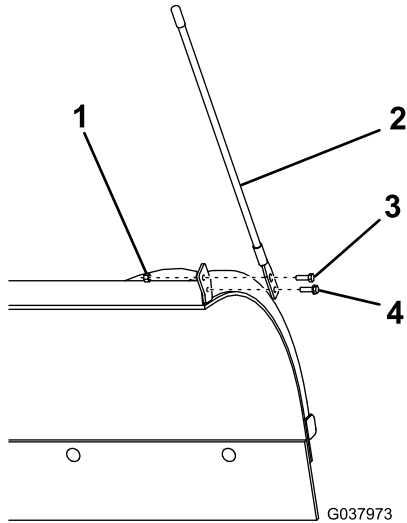

Bild 7
1. Befestigen Sie die Schneeschildführungen mit zwei Schrauben (5/16"), zwei Blechschrauben und zwei Sicherungsmuttern am Schneeschild (Bild 7).